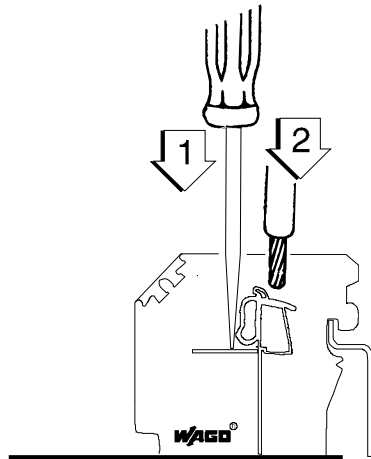
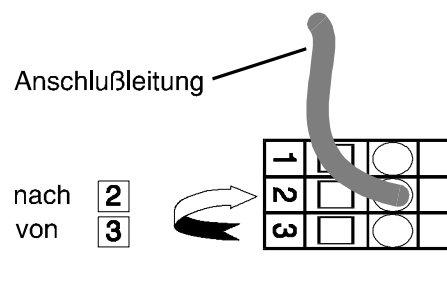
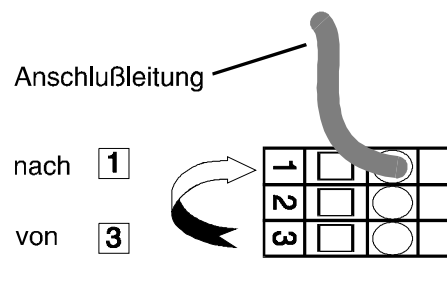

Abbildung 3.6: Darstellung der Handhabung der Adapterklemmen (schraubenlose Käfigzugfederklemmen)
Abbildung 3.7: Wechsel des PV-Eingangsspannungsbereiches auf 100 ... 200 V DC
Abbildung 3.9: Wechsel des PV-Eingangsspannungsbereiches auf 75 ... 150 V DC
- Geeigneten Schraubendreher in die Klemme 3 schieben (siehe Abb. 3.6), bis sich die Anschlußader löst. Diese herausnehmen, danach Schraubendreher in Klemme 2 schieben und diese öffnen. Anschlußleitung einführen und Schraubendreher entfernen. Die Anschlußleitung bitte auf festen Sitz prüfen (siehe Abb. 3.7).
- Geeigneten Schraubendreher in die Klemme 3 schieben (siehe Abb. 3.6), bis sich die Anschlußader löst. Diese herausnehmen, danach Schraubendreher in Klemme 1 schieben und diese öffnen. Anschlußleitung einführen und Schraubendreher entfernen. Die Anschlußleitung bitte auf festen Sitz prüfen (siehe Abb. 3.9).